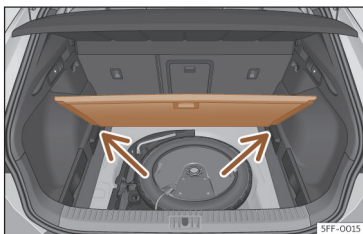

Fig. 178 Piso variável da bagageira: posição inclinada.
- Apoie o piso sobre os alojamentos previstos para o efeito >>> **Fig. 178** (setas).